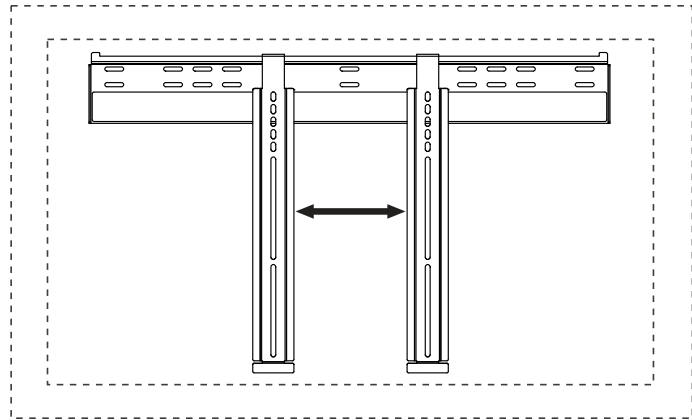

Abbildung. 3.2
- Zur horizontalen Einstellung des Bildschirms schwenken Sie diesen vom Halter weg, um den Klettverschluss zu lösen, und schieben ihn wie in Abbildung 3.2 dargestellt entlang der Wandplatte in die gewünschte Stellung. Schwenken Sie den Bildschirm dann langsam in Richtung Wand, um den Klettverschluss wieder zu schließen. Zum Entfernen des Bildschirms vom Halter schwenken Sie den Bildschirm vom Halter weg und heben ihn vom Halter ab.